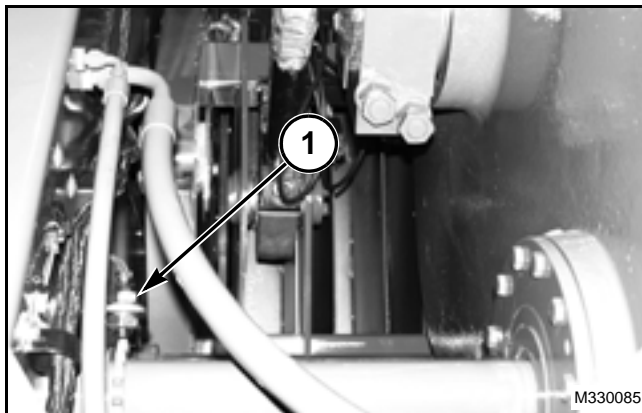

FIG. 34
FIGS. 34–35: Los embragues deslizantes del embalador y del recogedor son vigilados por los sensores inductivos de la sincronización del enfardador (1) y del deslizamiento del embrague del alimentador (2). Las frecuencias de las señales de cada sensor se comparan. Si la frecuencia no es la misma, la consola muestra la cantidad de deslizamiento del embrague del alimentador. Un deslizamiento del embrague del alimentador menor del 10% es normal. Baje la velocidad si el deslizamiento del embrague del alimentador es mayor al 10%. Si la lectura es mayor del 20%, normalmente es porque el alimentador está obstruido. Pare el enfardador. Si la obstrucción no es muy grande, por lo general el sistema de alimentación se despejará si no se alimenta más cosecha en el enfardador.